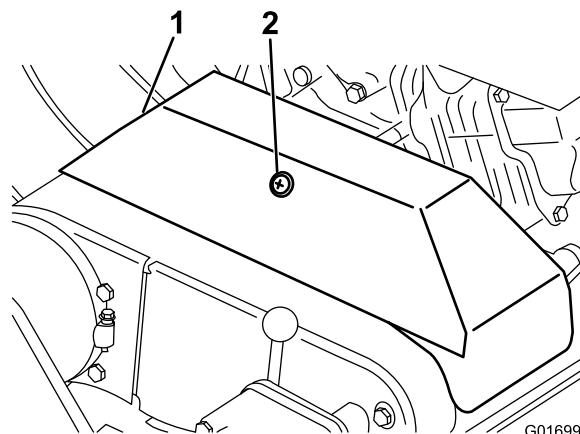

Figure 43
2. Desserrez le dispositif de retenue du couvercle de la courroie trapézoïdale et ouvrez le couvercle (Figure 43).